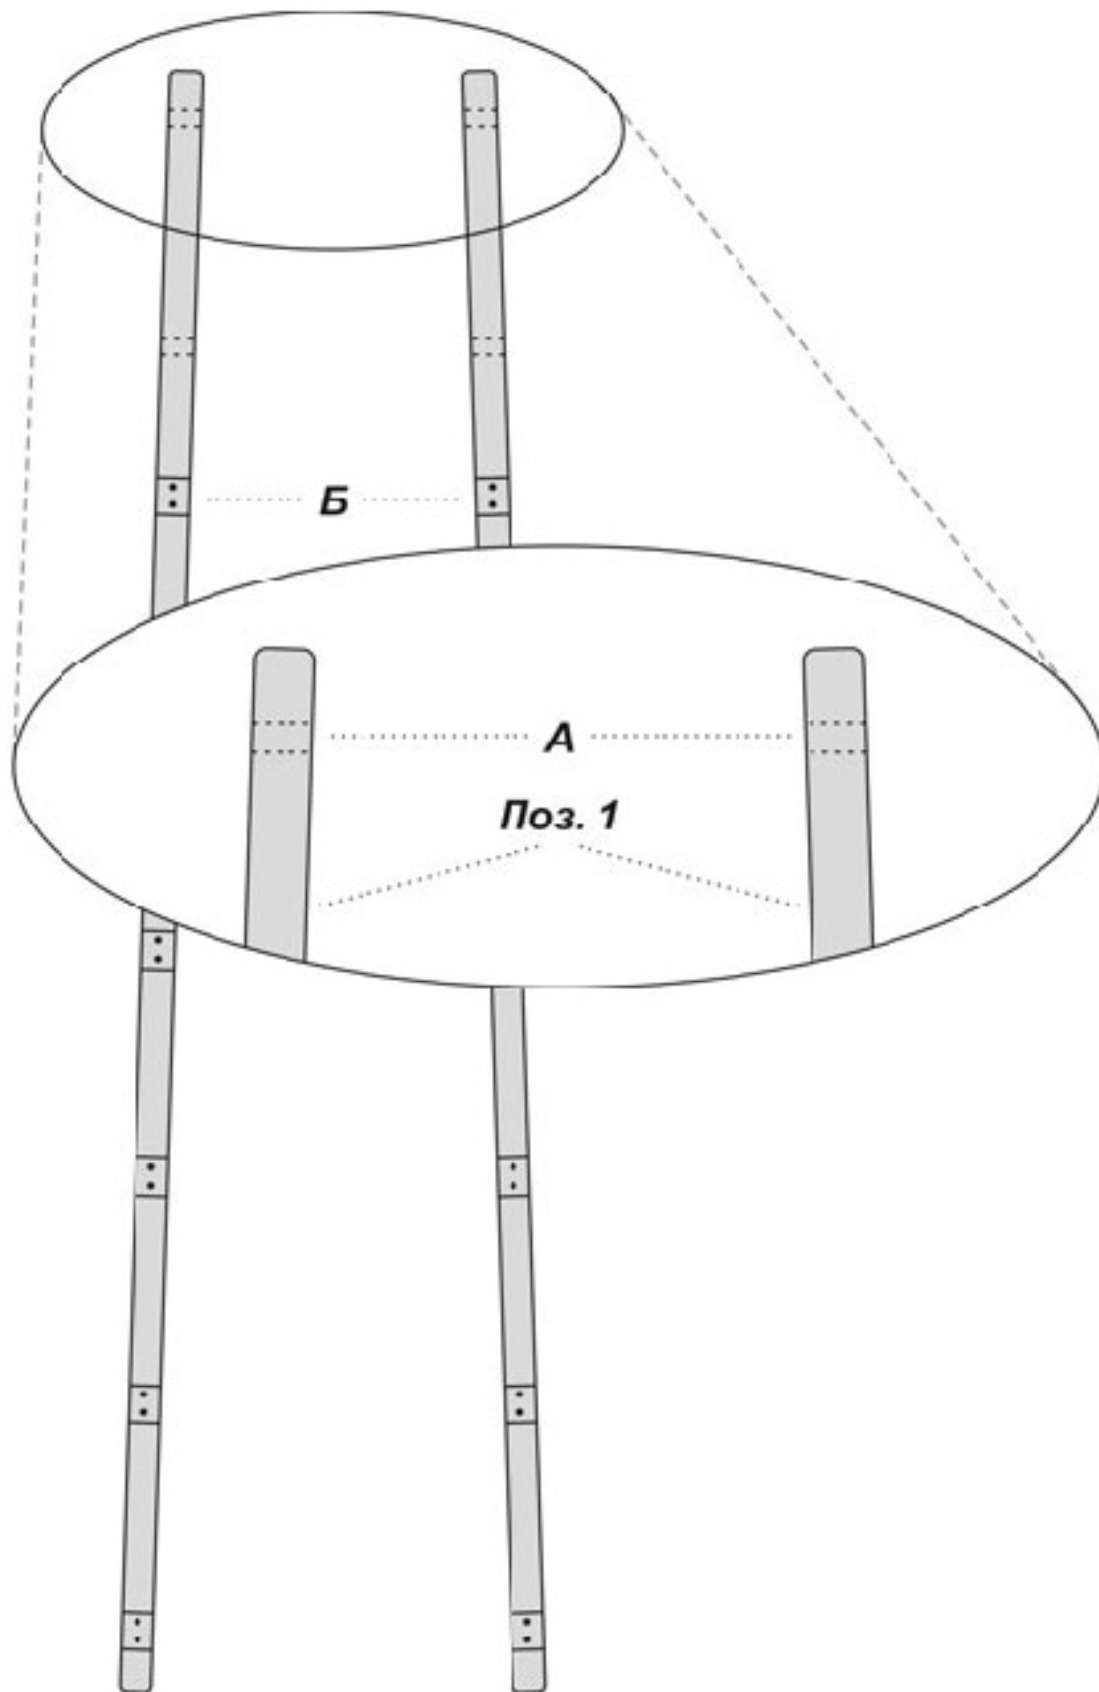

рисунок 1
1. Положить две передние стойки с пропиленными пазами (поз. 1) с просверленными отверстиями А в одну сторону (рис. 1).